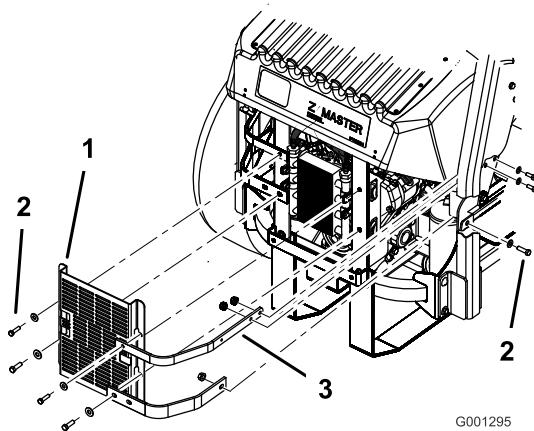

Figura 64
3. Togliete i quattro bulloni che fissano lo schermo del radiatore dell'olio al telaio posteriore, (Figura 64).
4. Togliete i tre bulloni che fissano le cinghie del motore alla fiancata della macchina (Figura 64).
12. Montate lo schermo del radiatore dell'olio e le cinghie del motore sul telaio posteriore, con i 4 bulloni precedentemente rimossi (Figura 64).
- Montate le cinghie del motore sulla fiancata della macchina (Figura 64).